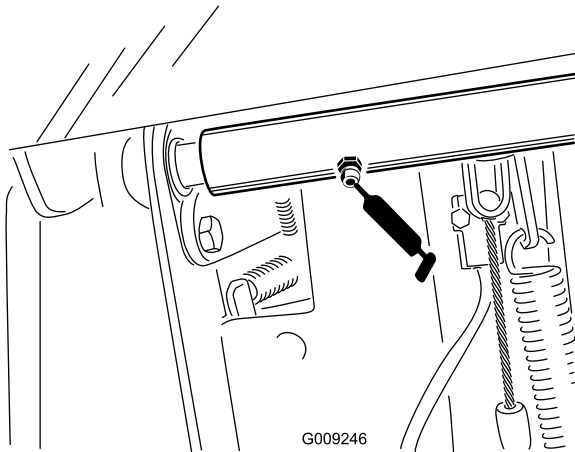

Bild 37
- Bremspedal-Drehzapfen der Wellenlager (2) (Bild 37)